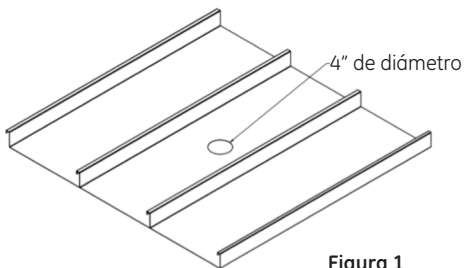

Figura 1
1. Taladre un agujero de 4" en el techo para montar el aparato. Si el tamaño del agujero en el techo es menos de 4", agrande el agujero a 4". (Vea figura 1)